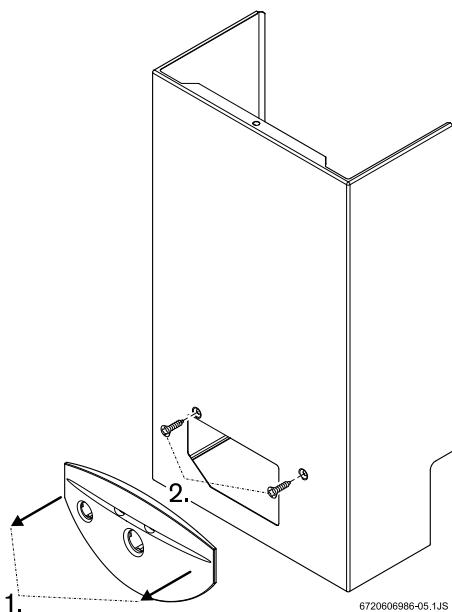

Fig. 10 Ta bort framkåpan
- ▶ Ta bort spegeln från apparaten genom att trycka den lätt framåt (Fig. 10, pos. 1).
- ▶ Lossa de två skruvarna (Fig. 10, pos. 2).